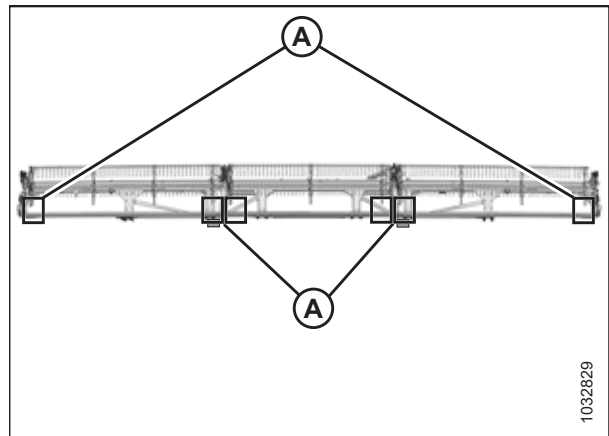

Abbildung 4.264: Messstellen an FlexDraper® Schneidwerk mit dreiteiliger Haspel
- Schneidwerke mit dreiteiliger Haspel: Abbildung 4.264, Seite 454